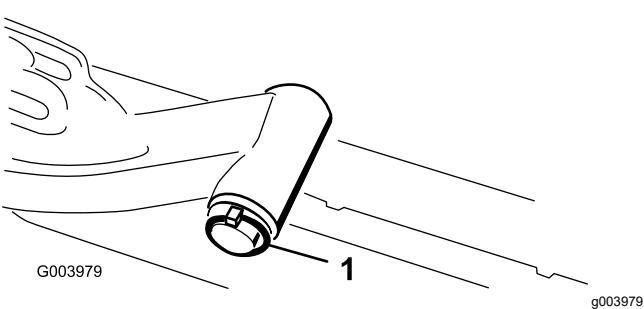

Figura 11
- Retire el pasador de seguridad y la arandela que fijan el eje pivotante del brazo de elevación al brazo de elevación, y deslice el eje pivotante fuera del brazo de elevación (Figura 11).
- Introduzca el eje del brazo de elevación en el brazo de elevación y fíjelo con la arandela y el pasador de seguridad (Figura 11).